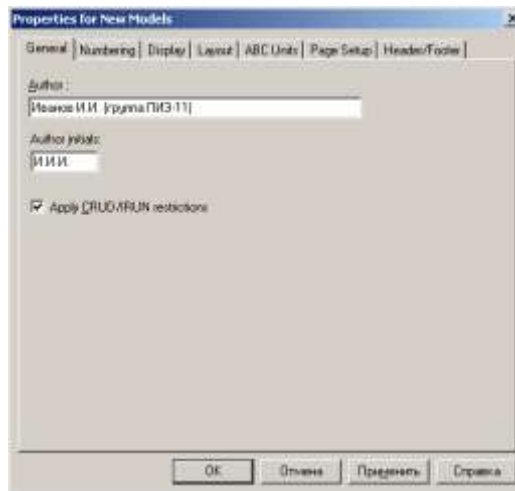

Рисунок 3 – Ввод имени автора модели и его инициалов
4.3 В открывшемся диалоговом окне **Properties for New Models** (Свойства новой модели)(рисунок 3) введите в текстовое поле **Author** (Автор) имя автора модели и в текстовое поле **Author initials** его инициалы; нажмите последовательно кнопки **Apply** и **OK**.